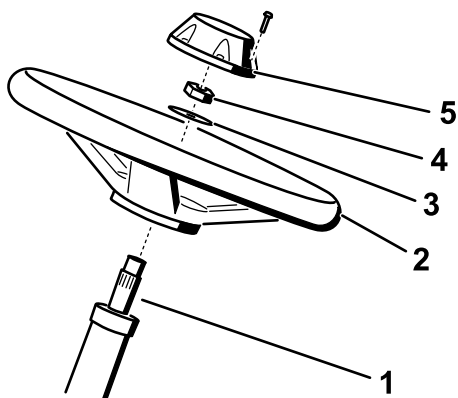

Figura 6
2. Montai volanul de arborele de direcție cu o aibă i contrapiuliă (Figura 6).
4. Montai capacul pe roată (Figura 6).
1. Aplicai produsul de antigripare pe arborele de direcție (aa cum se arată în Figura 6).